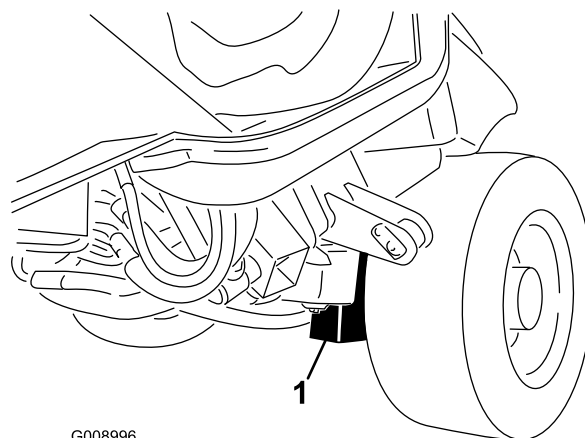

図 38
- ・ 機体前部：左右の駆動輪の内側のフレーム (図 38)。